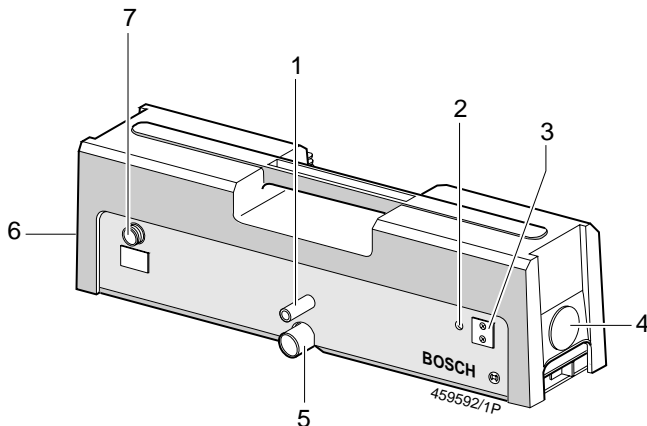

Bild 1: RTM 430
- Wenn vorhanden, den Schlauch zur Abgasrückführung (Sonderzubehör) am Anschluss-Stutzen (Bild 1; Pos. 5) des RTM 430 anbringen und mit der Absauganlage verbinden.
1. Die Verschlussdeckel (Bild 1; Pos. 4,6) an den Seitenwänden mit geeignetem Werkzeug (z. B. Schraubendreher) entfernen.